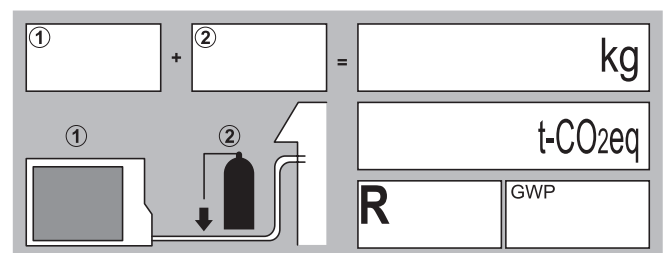

Abb. 34 - Etikett ohne Zuschlag
**Auf dem Etikett an der Außeneinheit die Gasmenge angeben (Werk + Zuschlag) siehe Abb. 34.**